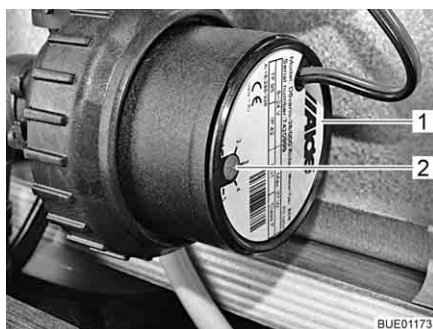

Fig. 196 Riduzione del numero di giri
Con il pomello girevole (Fig. 196,2) è possibile impostare il numero di giri della pompa di circolazione. A un numero di giri ridotto i rumori prodotti dal funzionamento della pompa si riducono.
Il pomello girevole si trova sulla pompa di circolazione (Fig. 196,1).
- Ruotare il pomello girevole (Fig. 196,2) in senso antiorario. La potenza diminuisce.